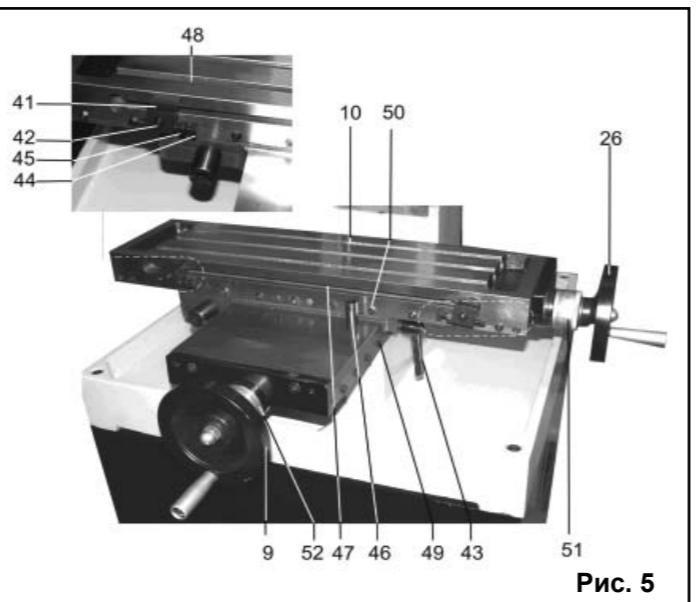

Рис. 5
**9.1. Регулировки рабочего стола (Рис. 5)**
10.1.3. Подача рабочего стола (10) производится вращением маховиков продольной и поперечной подачи (26) и (9), соответственно, и контролируется по шкале нониуса продольной подачи (51) и по шкале нониуса поперечной подачи (52), Рис. 5.
10.1.4. Устанавливать и закреплять заготовку на рабочем столе (10), Рис. 5, следует при помощи зажимов, адаптеров или тисков.
10.1.7. В процессе шлифования и горизонтально фрезерования (горизонтальное положение шпинделя) поперечная подача недопустима, поэтому настоятельно рекомендуем фиксировать поперечное положение рабочего стола (10) ручкой фиксации (43), Рис. 5.